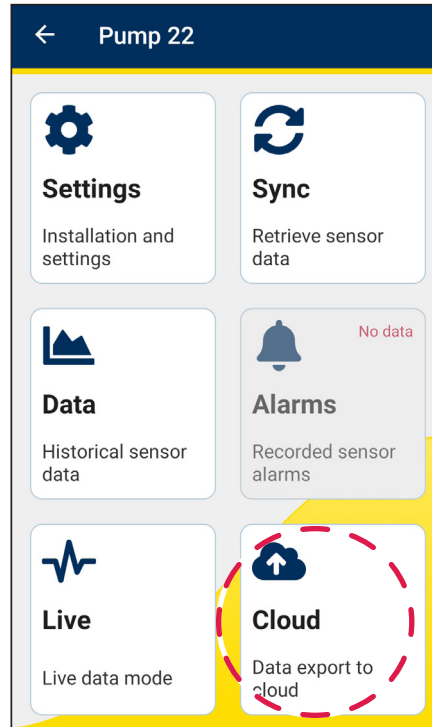

Abbildung 39
4. Wählen Sie **Datenexport in die Cloud** für den Sensor aus (siehe Abbildung 39).